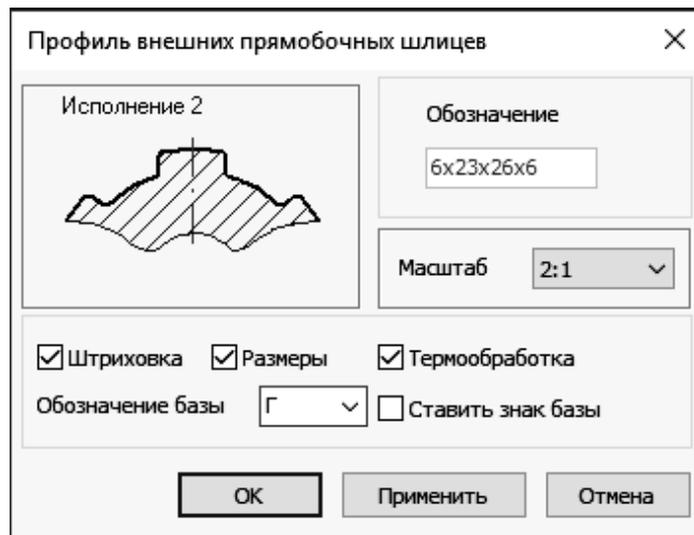

Рис. 15.19. Выбор характеристик и профиль шлицев с размерами
6.4. Для построения профиля шпоночного паза необходимо выделить в дереве построения шестую цилиндрическую ступень (Цилиндр. $D=26$, $L=60$) выделить «Шлицы прямоугольные» и выбрать вкладку «Дополнительные построения» – «Профиль шлицев». Ввести необходимые параметры. При необходимости можно изменить стандартные параметры, выбрать вид соединения, класс поля допуска, масштаб и т. д. (рис. 15.19).